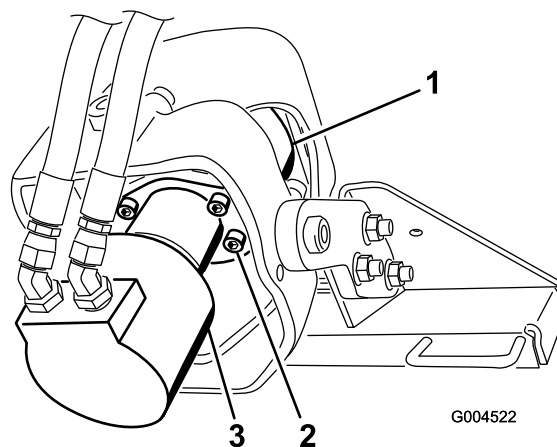

Bild 13
1. Stützen Sie den Antriebskopf über einer Ölwanne ab (Bild 13).